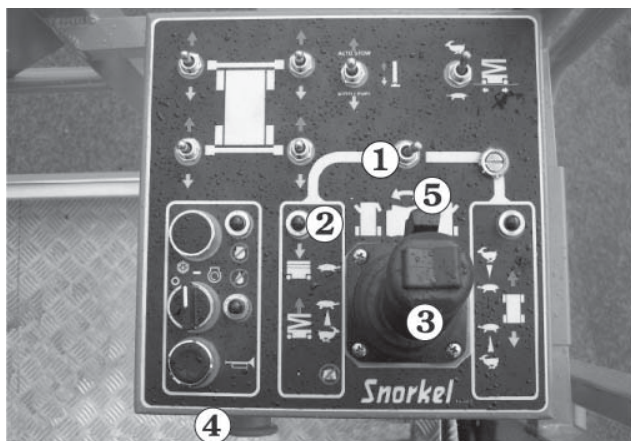

Abb. 8.19
2. Den **Heben-/Fahren-Wahlschalter ①** (siehe Abb. 8.19) auf Heben (linke Stellung) stellen.
3. Die **Sicherheitsbedienung ⑤** am **Joystick ③** zusammendrücken und halten (siehe Abb. 8.19).
4. Den **Joystick ③** nach hinten ziehen, um die Plattform hochzufahren, oder nach vorne drücken um sie zu senken. Je weiter Sie den **Joystick ③** nach hinten ziehen, umso schneller wird sie hochfahren. Für das Absinken gibt es nur eine Geschwindigkeit.